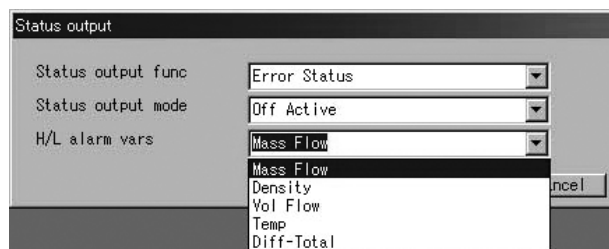

図40
⑤ ステータス出力を「H/L Alarm」として使用する場合は、図40のように、「H/L alarm vars」の右側の矢印をクリックしてドロップダウンリストの中からH/Lアラームに設定する項目を選択してください。